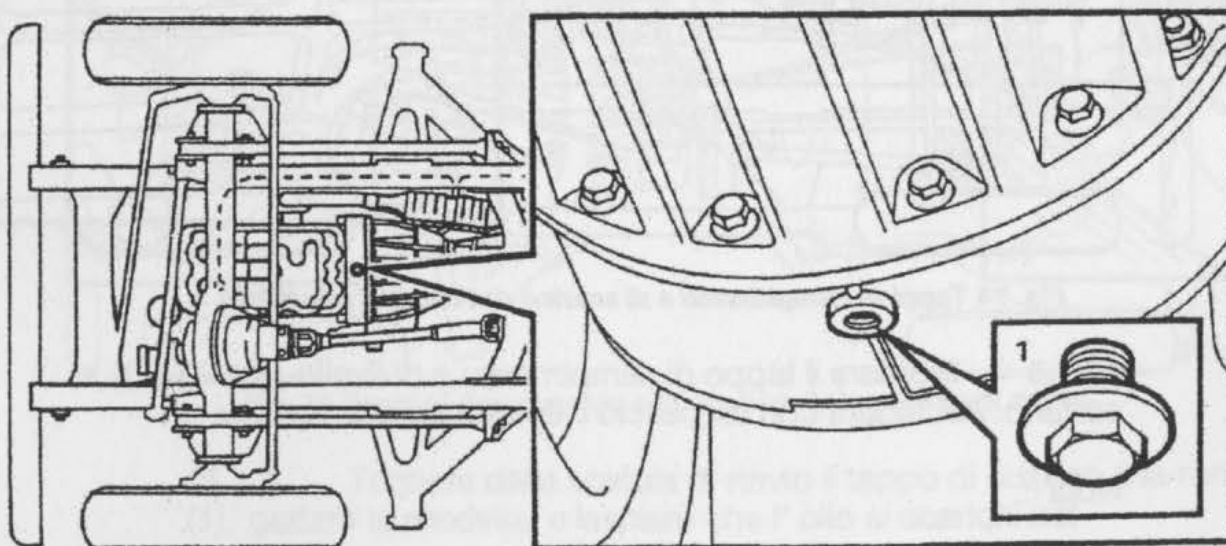

Fig. 73 Tappo della coppa del coprivolano per guadaire
9 Montando un tappo (Fig 73 (1)) nel foro di scarico sul fondo della coppa, la coppa del coprivolano può essere sigillata completamente per impedire l' ingresso di fango ed acqua nell' attraversare guadi.